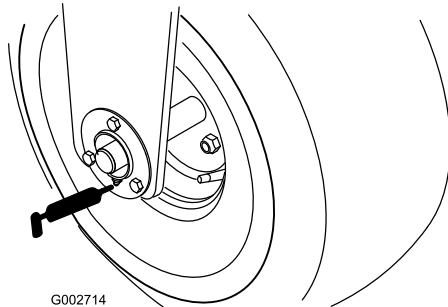

Figura 22
- Cojinete de la rueda delantera (1) (Figura 22)